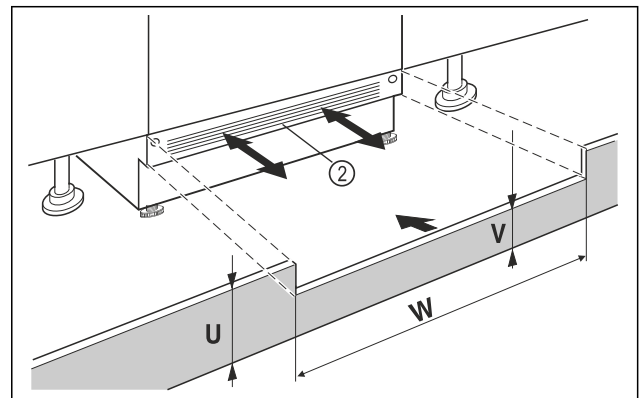

Fig. 72 Beispielhafte Darstellung
- ▶ Gerätesockelblende Fig. 72 (2) aufsetzen aber noch nicht fixieren.
- ▶ Bei sichtbarer Sockelblende Fig. 72 (2), diese so weit nach vorn ziehen, dass Vorderkante Lüftungsgitter und Möbelsockelblende eine Ebene bilden.
- ▶ Bei verdeckter Sockelblende Fig. 72 (2), diese ganz nach hinten schieben.
- Auf komplett freie Lüftungsschlitze achten: Bei Bedarf Höhe der Möbelsockelblende Fig. 72 (U) zuschneiden!
- Entlang der Nischenbreite Fig. 72 (W) die Steghöhe Fig. 72 (V) unter der Gerätesockelblende Fig. 72 (2) einpassen.